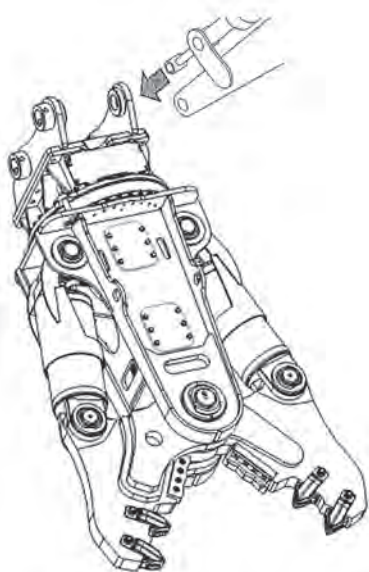

Рис. 7
- Переместите поближе рабочую машину, вставьте рукоять внутрь адаптера гидроножниц (Рис. 7).